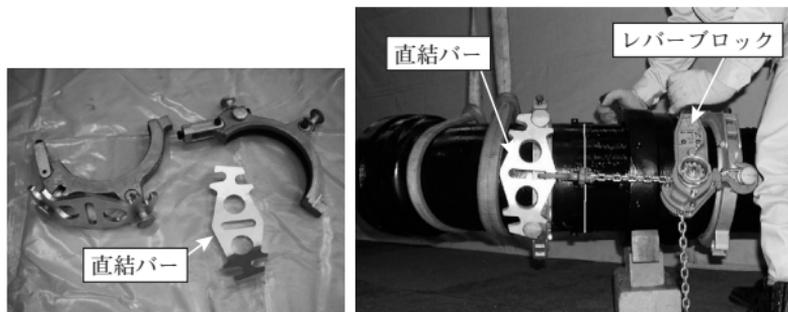

図25 直結バーの取り付け
また、異形管と異形管を接合する場合は、管が振れると接合しにくいいため、接合器具ごとの補助器具を使用して接合する。(図25、26参照)
(1) 接合例1(図25参照)
呼び径200、250は図25に示すように直結バーを取り付けて、振れにくくして接合する。